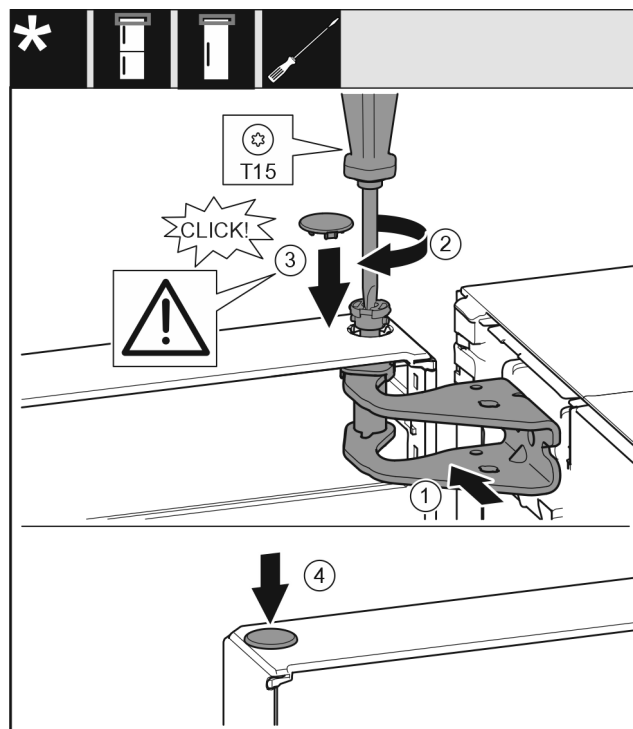

Fig. 23
- ▶ Wyrównać drzwi u góry względem otworu w płycie zawiasu Fig. 23 (1).
- ▶ Założyć sworzeń Fig. 23 (2) i dokręcić śrubokrętem.
- ▶ Założyć osłonę Fig. 23 (3).
- ▶ Sprawdzić, czy osłona Fig. 23 (3) przylega do drzwi.
- ▶ Założyć osłonę Fig. 23 (4).